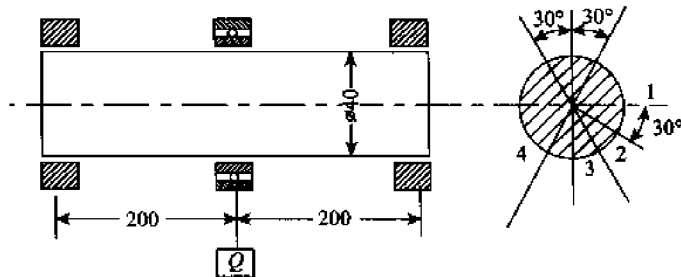

图 11-23
4. 重物 Q 通过轴承对圆轴作用一垂直方向的力 $Q=10\text{kN}$, 而轴在 $\pm 30^\circ$ 范围内往复摆动, 如图 11-23 所示。已知材料的 $\sigma_b=600\text{MPa}$, $\sigma_{-1}=250\text{MPa}$, $\sigma_s=340\text{MPa}$, $\psi_\sigma=0.1$ 。对危险截面上的点 1, 2, 3, 4, 试求: (1) 应力变化的循环特征; (2) 工作安全系数。